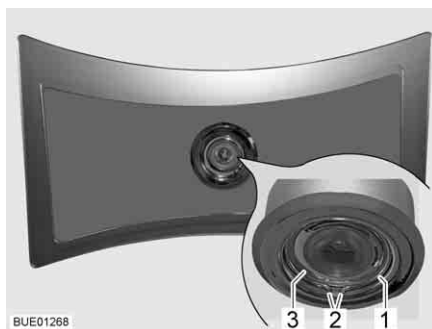

Bild 210 Deckenleuchte
- Federring (Bild 210,1) an den beiden Enden (Bild 210,2) zusammendrücken und abnehmen.
- Gehäuse (Bild 210,3) mit LED aus Leuchte herausnehmen.